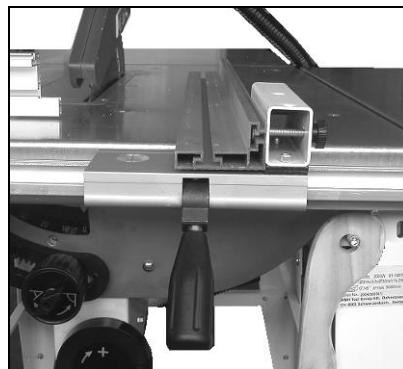

Fig 20
-Das Schneiden von schmalen Werkstücken (Breite unter 120mm) nur mit flachgelegter Anschlagschiene vornehmen (Fig 20).